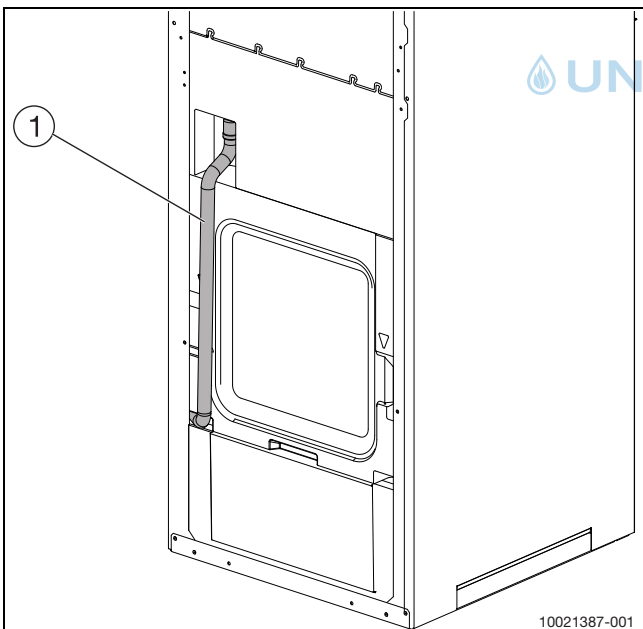

Bild 12 Rückansicht Ablaufschlauch
- ▶ Ablaufschlauch an der Rückseite des Geräts ordnungsgemäß anschließen (siehe Abb. 12).